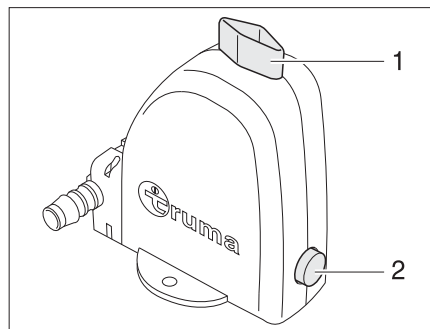

Bild 107 Sicherheits-/Abllassventil des Boilers
Der Boiler ist mit einem Sicherheits-/Abllassventil (Bild 107) ausgestattet. Das Sicherheits-/Abllassventil verhindert, dass das Wasser im Boiler einfriert, wenn bei Frost die Heizung nicht eingeschaltet ist. Das Sicherheits-/Abllassventil ist heizungsnah verbaut.
- Sicherheits-/Ablassventil schließen. Dazu den Drehknopf (Bild 107,1) quer zum Sicherheits-/Ablassventil drehen und den Druckknopf (Bild 107,2) hineindrücken.
- Sicherheits-/Ablassventil öffnen. Dazu den Drehknopf (Bild 107,1) längs zum Sicherheits-/Ablassventil drehen. Der Druckknopf (Bild 107,2) springt heraus. Der Boiler wird über das Sicherheits-/Ablassventil nach außen entleert.